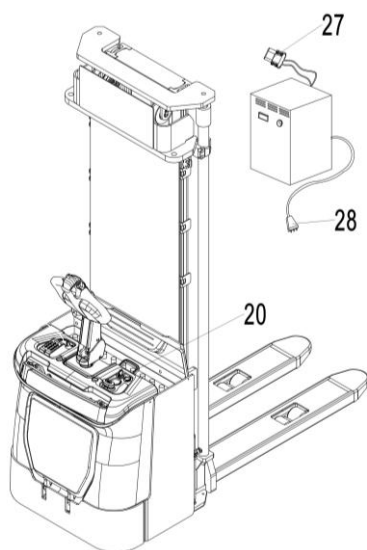

Рис. 18: Св.-кислотная АКБ
- Вытащите штекер аккумулятора (рис. 18, поз. 20) и подсоедините его к разъему зарядного устройства (рис. 18, поз. 27).